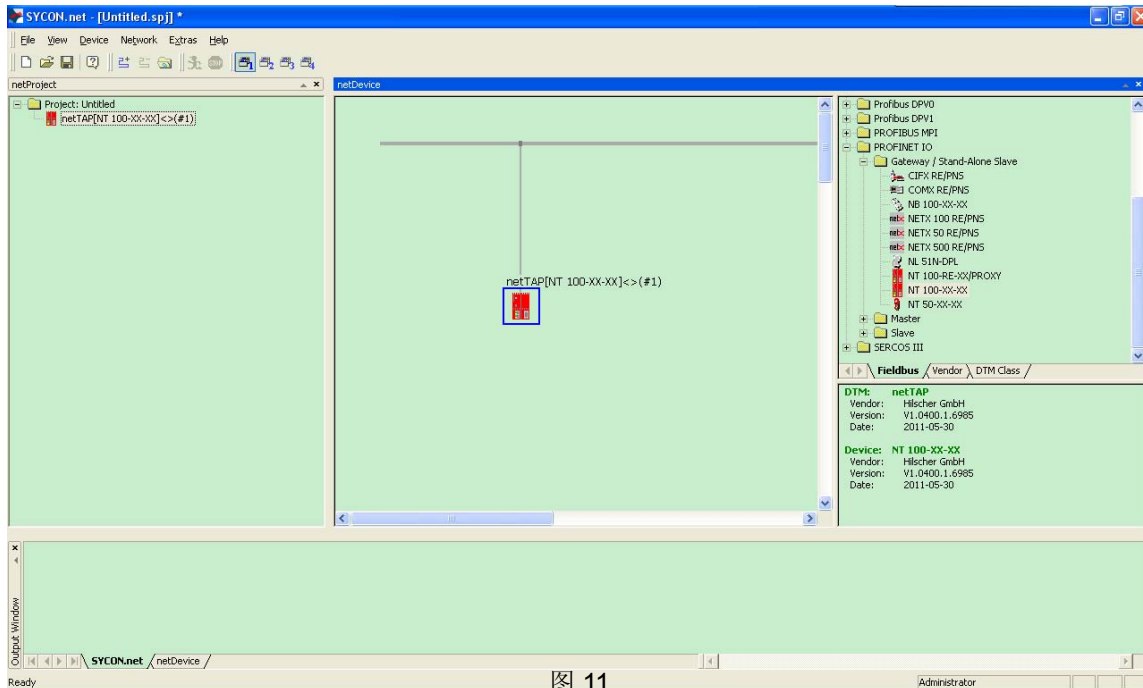

图 11
(11) 在软件界面右侧选择“Fieldbus”栏，将“PROFINET IO”（或“Open Mod bus/TCP”）“Gateway / Stand-Alone Slave”文件夹中的 NT 100-XX-XX 图标拖放至中间区域的灰线下方，如图 11 所示：